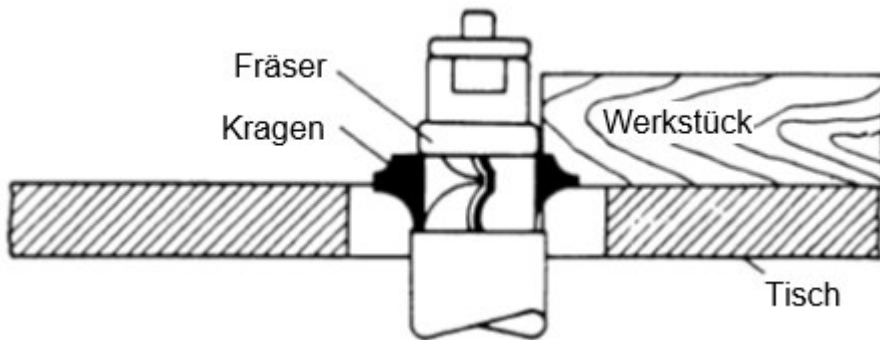

Abb.7-20: Kragen überhalb des Fräasers
2. Befindet sich der Kragen über dem Schneidwerkzeug (siehe Abb. 7-20), bleibt der Schnitt unbeeinflusst von leichten Schwankungen in der Materialdicke. Allerdings ist der Schnitt während des Vorgangs nicht sichtbar. Ein Vorteil dieser Methode ist, dass ein versehentliches Anheben des Werkstücks keine Beschädigung verursacht – Fehler können durch Wiederholen des Vorgangs korrigiert werden.